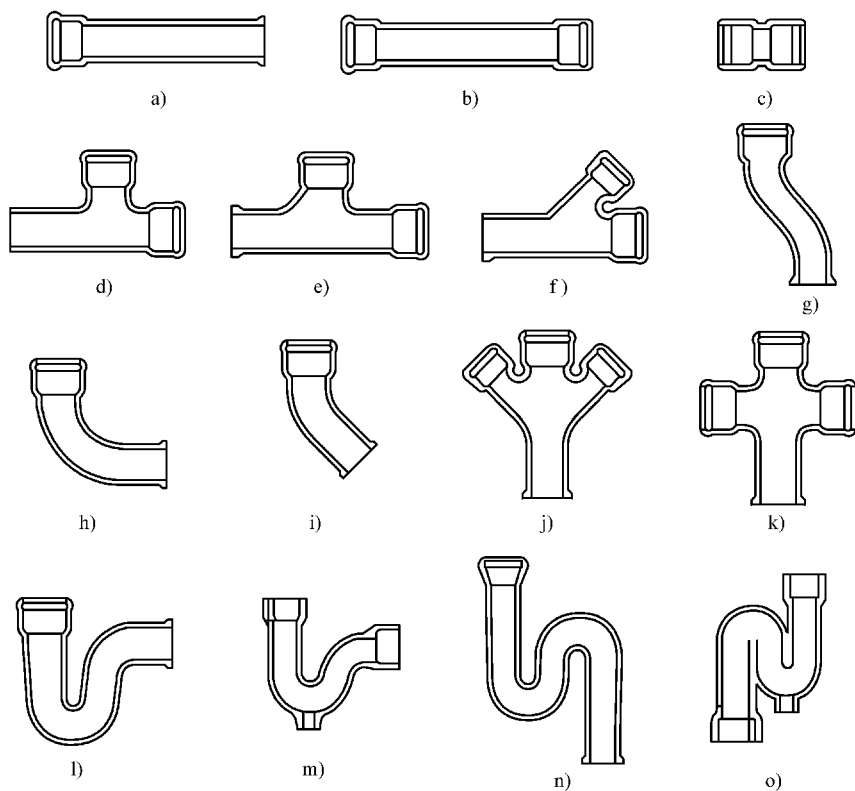

图 2-41 排水铸铁管管件
2) 排水铸铁管管件（见图 2-41）。排水铸铁管管件均有 A 型和 B 型两种。承插短管、三通、四通、弯头均有带检查口和不带检查口两种。